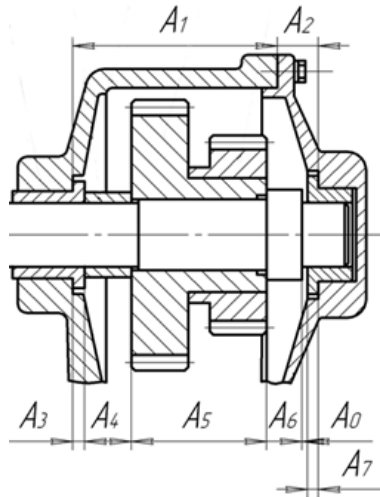

Рисунок 2
1. На сборочном чертеже (рис.2) найдите размеры, относящиеся к "увеличивающим"
2. На сборочном чертеже (рис.2) найдите размеры, относящиеся к уменьшающим